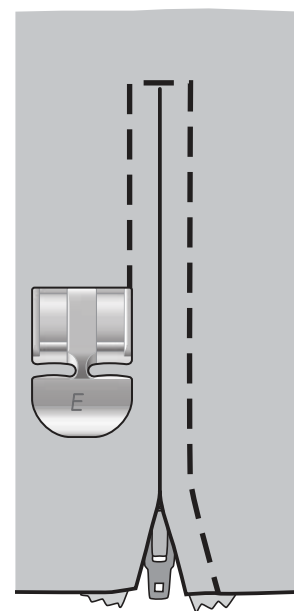

Fig. 3
6. Börja sy tvärs över nederkanten, vrid tyget och sy längs den vänstra sidan av blyxtlåset, nerifrån och upp (se fig. 3).